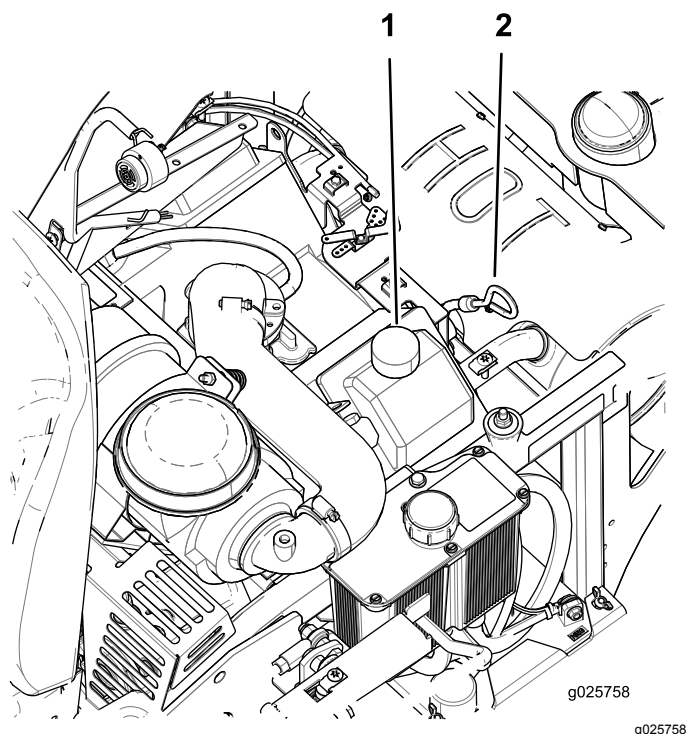

Figura 36
4. Para que no entre suciedad, recortes de hierba, etc., en el motor, limpie la zona alrededor del tapón de llenado/varilla de aceite antes de retirarlo (Figura 36).
8. Si el nivel de aceite es bajo, limpie la zona alrededor del tapón de llenado, retire el tapón y añada aceite hasta que llegue a la marca **Lleno (Full)** de la varilla (Figura 36).
4. Vierta lentamente un 80% aproximadamente del aceite especificado por el tubo de llenado, luego añada lentamente el resto del aceite hasta que llegue a la marca **Lleno (Full)** de la varilla (Figura 36).
5. Arranque el motor y conduzca hasta una zona llana. Compruebe el nivel de aceite otra vez (Figura 36).